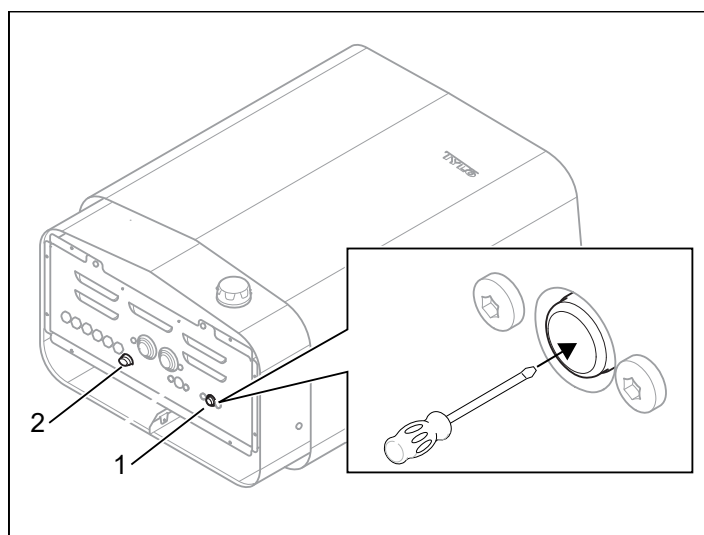

Figure 6 : Réinitialisation de la protection thermique
- **Poêle** - La protection thermique du poêle sert à empêcher la surchauffe des composants, des résistances et du bois à l'intérieur du sauna. Sur le dessous du poêle se trouve un bouton-poussoir rouge (voir figure 6). Lorsque la protection thermique s'est déclenchée, un déclic est ressenti lorsqu'on enfonce le bouton. Si la protection thermique ne s'est pas déclenchée et après réinitialisation, le bouton est plus souple.